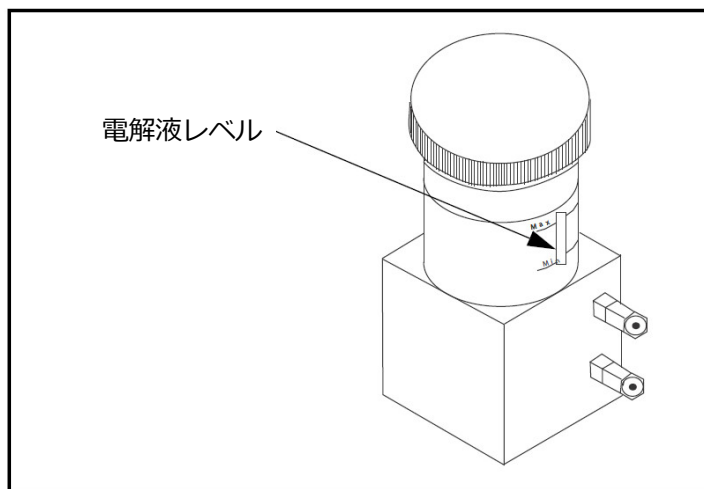

図7 : Delta F 酸素セル電解液レベル
Delta F 酸素セルは、様々な種類の取り付けエンクロージャと共に利用することができます。しかしセル自体は、常に下図 7 のように見えます。
3. 酸素セルの min/max ウィンドウを用いて、電解液レベルをチェックします。電解液はウィンドウの高さの約 60%になる必要があります（12 ページ図 7 参照）。これでセルは、ガスラインに接続する準備ができました。